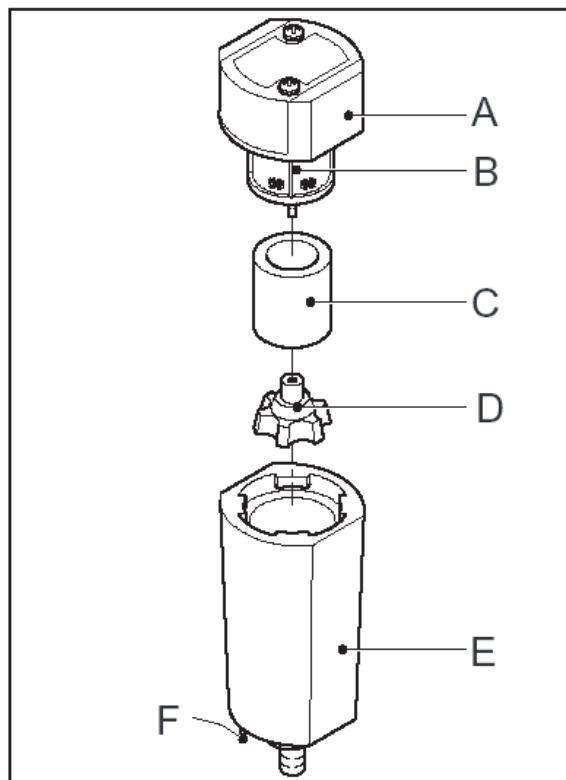

Figure 8.1 Filter
2. Despresurice la unidad del generador abriendo el pasador/perno de bronce (F en la Fig. 8-1) en la parte inferior del embudo del filtro. Cuando se detenga la purga de aire, se puede eliminar el embudo.
3. Gire el recipiente del filtro (E) a la izquierda y tire del recipiente desde el alojamiento del filtro (A).
4. Afloje la tuerca (F).
5. Extraiga la unidad de vaciado (B-E) del recipiente del filtro (A).
6. Extraiga la junta tórica (E).
7. Tire con cuidado del alojamiento flotante (B) del asiento (D). No purgue la aguja (C).